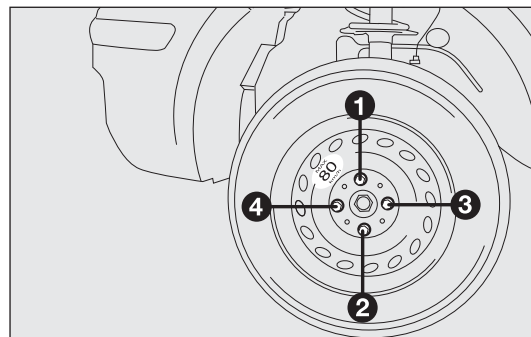

рис. 130
- ❑ в комплектациях с колпаком колеса открутите 3 крепежных болта, удерживающие колпак в положении; снимите колпак, открутите четвертый болт L – рис. 130 и снимите колесо;